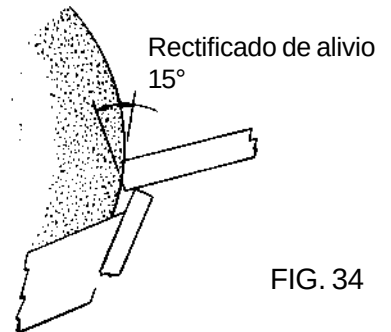

FIG. 34
C. Hay dos (2) perillas de mano para aflojar. Se localizan en la base de los brazos de ajuste. Levante la rueda de rectificar (aproximadamente 7 giros) para que la cuchilla del carrete pueda descansar en la manecilla de guía del carrete. Será necesario alimentar la rueda de rectificar para lograr esto. Vea FIG. 34.